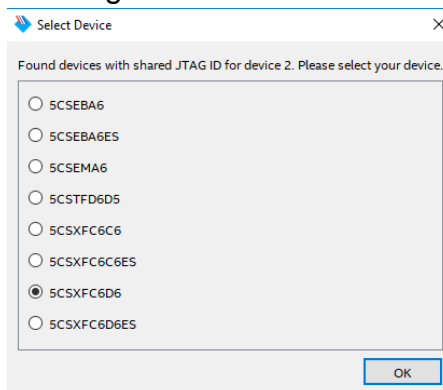

Ilustración 13: Ventana Auto Detect
19. Una vez eliminado el archivo y que no se encuentre ningún otro archivo en la ventana Programmer, proceda a escoger la opción **Auto Detect** representada por la siguiente botonera . Seleccione la opción **5CSXFC6D6** tal como se muestra en la ilustración 13. Haga clic en OK.